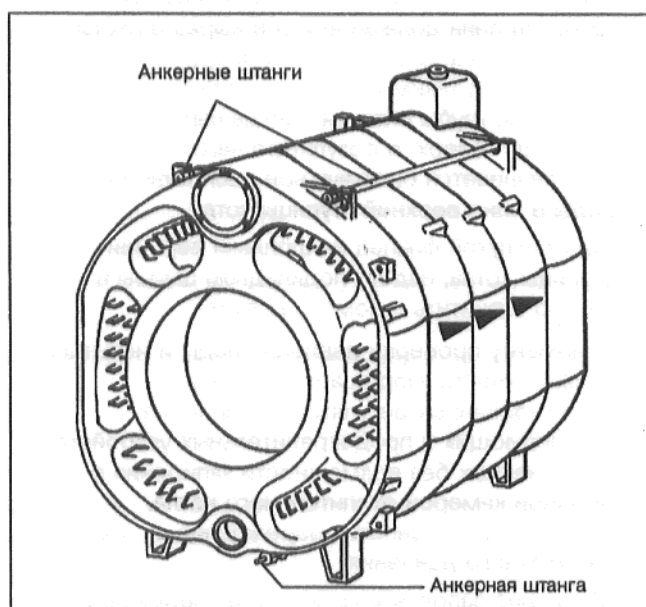

Рис. 15
- Вставить анкерные штанги в литые выступы слева и справа, сверху и снизу рядом с ступицами котла (Рис. 15).